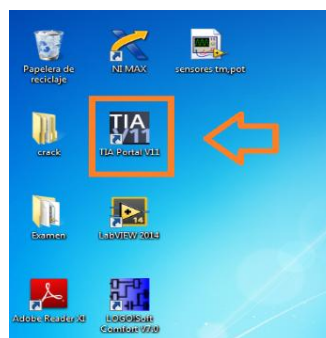

Figura 80: Programa TIA PORTAL.
6. A continuación seleccionar el programa a utilizarse TIA PORTAL Figura 80.